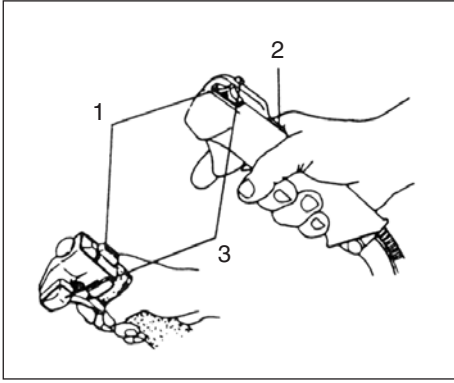

Fig.2-2
Arranque (Fig. 2-2, 2B)
1. Fijar la llave de ignición (1) en la posición ON (encendida). (Fig. 2-2, 2B)
2. Con la traba de seguridad (2) presionada (si esta provista), tirar de la palanca del acelerador y empujar el bloqueo del acelerador (3), luego liberar rápidamente el acelerador y la traba de seguridad. Así quedará bloqueado el acelerador en la posición de arranque. (Fig. 2-2, 2B)